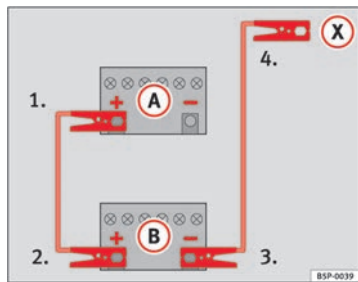

Fig. 245 Schéma de branchement des câbles de démarrage
Sur la $\Rightarrow$ fig. 245, la batterie déchargée est repérée par la lettre **(A)** et la batterie fournissant le courant par la lettre **(B)**.
1. Raccordez une extrémité du câble de démarrage rouge à la borne positive $\Rightarrow$ fig. 245 du véhicule dont la batterie est déchargée $\Rightarrow$.